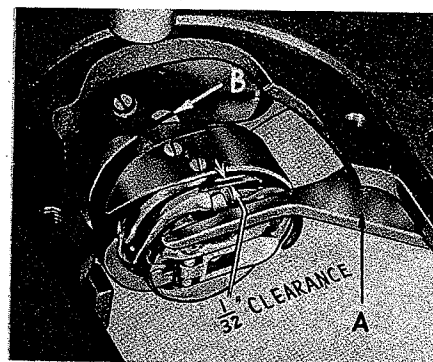

Fig. 12
Incline la máquina hacia atrás de manera que descansa sobre el pasador de descanso en la tapa de la mesa. Insértese una aguja nueva. Aflojense los dos tornillos, y gire hacia afuera el dedo posicionador de la caja de la bobina (A, Fig. 12). Aflojense los tres tornillos de sujeción (B) en el gancho, y sujétense éste y el portador de la caja de la bobina en tal posición que impida cualquier interferencia con la aguja. Dese vuelta a la rueda de mano o volante en la dirección de
Ajústese el dedo posicionador del portador de la caja de la bobina volteando el portador de la caja hasta que el rebajo del dedo esté arriba. Póngase la proyección del dedo en el rebajo de portador de la caja de la bobina y apriétense bien los tornillos de sujeción del dedo, permitiendo una tolerancia de 1/32" (0.79 mm) entre el borde exterior de la proyección y el borde interior de rebajo de la caja de la bobina (Fig. 12).